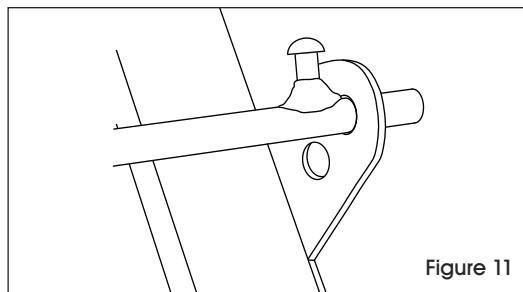

Figure 11
15. Suivez les étapes 10 à 13 pour installer la barre de verrouillage, sauf que la barre de verrouillage s'insère dans le trou supérieur du support. (Voir Figure 11)